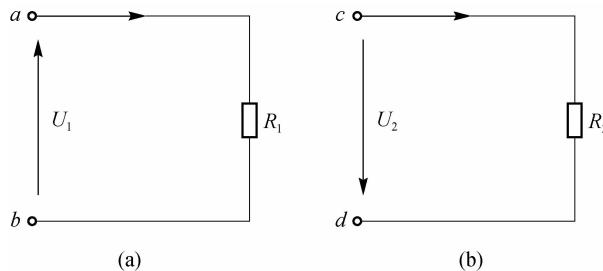

图 1-11 【例 1-2】图
**【例 1-2】** 在图 1-11 所示电路中, 已知  $U_1 = -100 \text{ V}$ ,  $U_2 = 200 \text{ V}$ , 求  $U_{ab}$  和  $U_{ad}$ 。
**解**  $U_1$  和  $U_2$  以图中箭头的方向为参考方向, 现  $U_{ab}$  表示的参考方向和  $U_1$  箭头的方向相反[图 1-11(a)],  $U_{ad}$  表示的参考方向与  $U_2$  箭头的方向一致[见图 1-11(b)], 故有